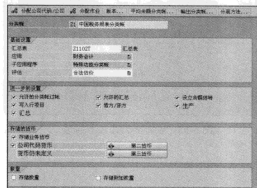

图 5-89 更改分类账
STEP 2 选择“更改分类账”后单击，进入图 5-89 所示的界面。
STEP 6 在图 5-89 中单击“版本”按钮,可以为分类账设置对应的版本信息,这样在分类账发生调整时就能够按照不同的版本进行设置,如图 5-93 所示。